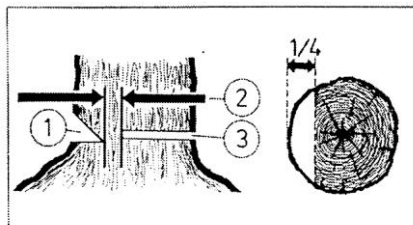

Fig. 11
Po pierwsze podcięcie musi być cięte w pień drzewa tak, aby określić kierunek, w którym drzewo ma spadać. Podcięcie, powinno mieć głębokość równą około jednej czwartej średnicy pnia(1). Należy najpierw naciąć piłą do dołu, pod kątem, a następnie poziomo w poprzek pnia do spotkania z nacięciem górnym (Fig.11). Nacięcie (3) musi być wykonane powyżej poziomu dolnego podcięcia (1). To cięcie nie należy wykonywać do końca, ale pozostawić pasek bez rozcięcia (2), w przeciwnym razie drzewo może spać poza kontrolą. Pas nierozciętego drewna powinien mieć szerokość około jednej dziesiątej średnicy pnia. Kliny powinny być prowadzone do szczeliny cięcia w odpowiednim czasie. Tylko kliny wykonane z drewna, aluminium lub z tworzywa sztucznego mogą być wykorzystywane, nigdy kliny z żeliwa lub stali.